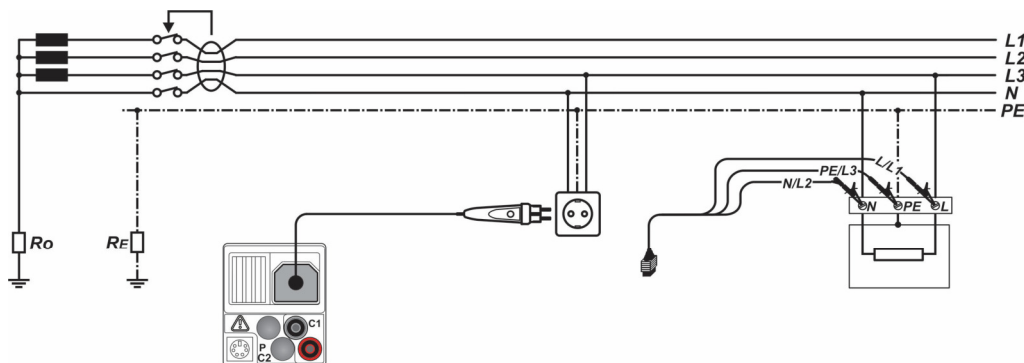

Abbildung 5.17: Anschluss des optionalen Commander-Prüfsteckers (044149) und der 3-Leiter-Prüfleitung
- Kontaktieren Sie die Prüfleitungen an das Prüfobjekt (siehe Abbildung 5.17).
<ul style="list-style-type: none"> <input type="checkbox"/> Wählen Sie mit dem Funktionswahlschalter die Schaltstellung FI/RCD. <input type="checkbox"/> Stellen Sie die Unterfunktion auf AUTO. <input type="checkbox"/> Stellen Sie die Prüfparameter ein. <input type="checkbox"/> Kontaktieren Sie die Prüfleitungen an das Prüfobjekt (siehe Abbildung 5.17). <input type="checkbox"/> Drücken Sie die Taste TEST, um die Messung zu starten. 	Start der Prüfung